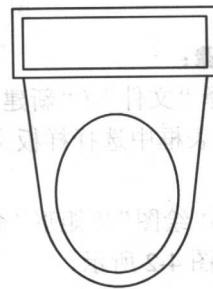

图 4-7 修剪图形
7. 选择“修改”/“修剪”命令，对图形进行修剪操作，结果如图 4-7 所示。